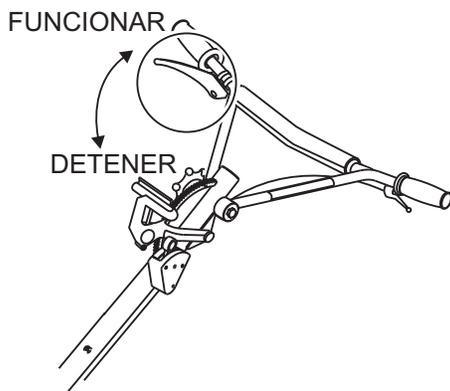

Figura 28. Palanca de presencia del operador (Posición de funcionamiento) (Opcional)
- Para comenzar la operación de la allanadora, mientras retiene las agarraderas del manubrio, sujete y jale la palanca de presencia del operador si está equipada con esta palanca. (Figura 28).